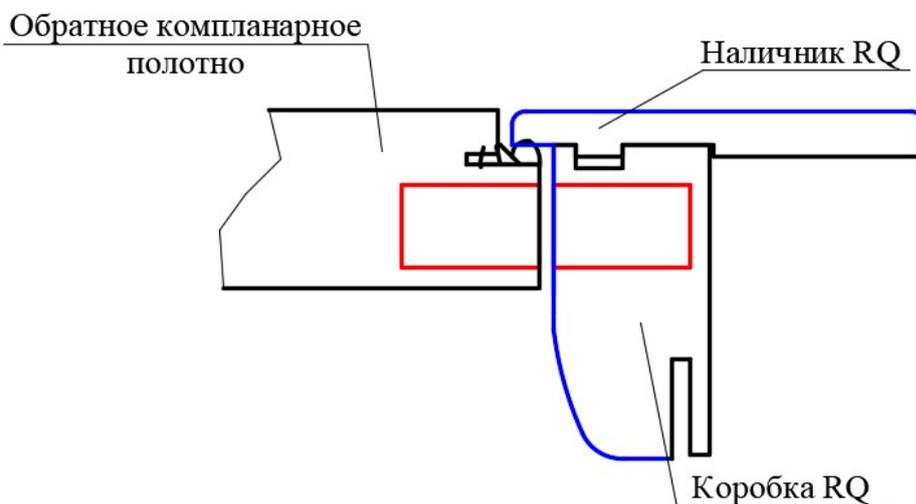

Рис. 1
**В состав обратного компланарного дверного блока (см. рис. 1) входят:**